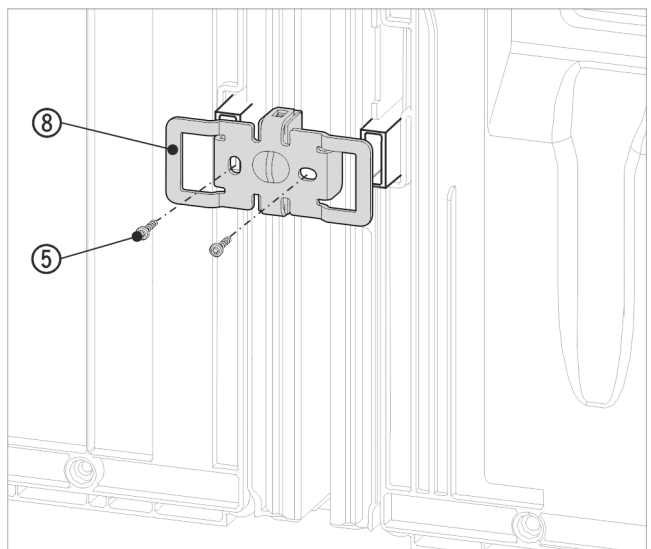

Fig. 22 Beispielhafte Darstellung
- Den Winkel Fig. 22 (8) erneut mit den Aussparungen über die Aufnahme für die Wandabstandshalter schieben.
- Mit 2 Schrauben Fig. 22 (5) fest anschrauben.